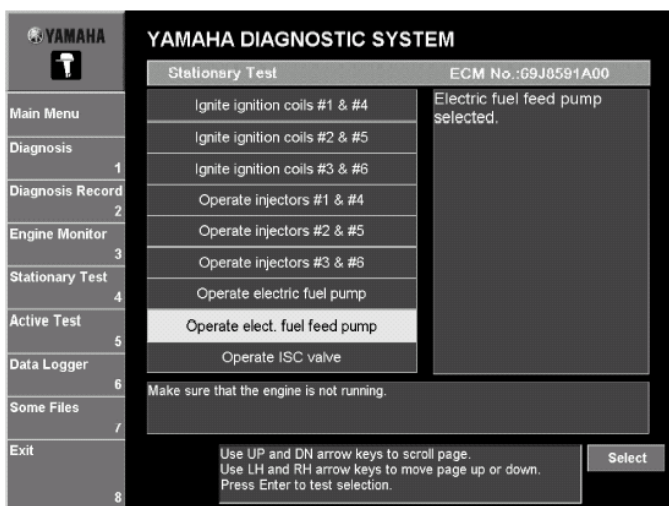

Рис. 84
1. Выбрать тест, который будет выполняться, и затем щелкнуть **Выбор(Select)** или нажать клавишу Enter, на клавиатуре (Рис. 84)